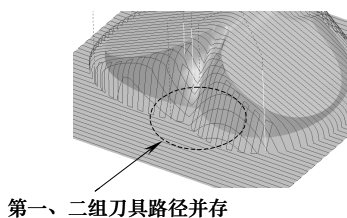
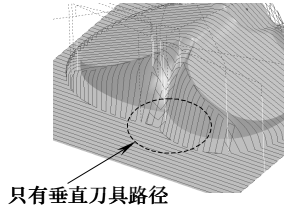

图 4-70 未勾选“优化平行路径”的情况
图 4-71 勾选“优化平行路径”的情况
2) 优化平行路径: 当平行刀具路径是由一组加工浅滩面的平行刀具路径和另一组加工陡峭面的垂直刀具路径组成时, 勾选“优化平行路径”选项, 系统会在垂直刀具路径区域修剪第一组平行刀具路径, 即在陡峭区域只会生成垂直刀具路径, 如图 4-70 和图 4-71 所示。